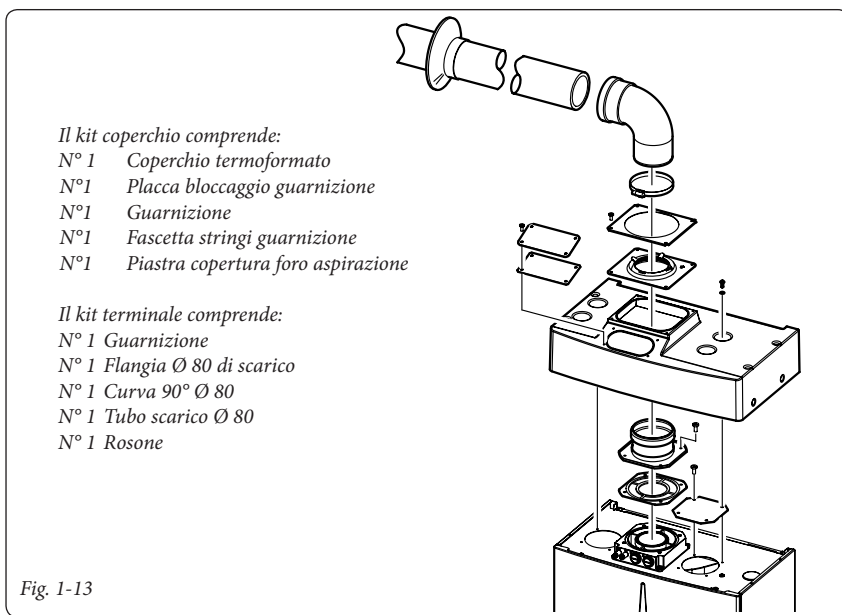

Fig. 1-13
- **Montaggio kit copertura (Fig. 1-13).** Smontare dai fori laterali rispetto a quello centrale i due tappi e le guarnizioni presenti, quindi coprire il foro di aspirazione destro con l'apposita piastra fissandolo sul lato sinistro con 2 delle viti precedentemente smontate. Installare la flangia Ø 80 di scarico sul foro più interno della caldaia interponendo la guarnizione presente nel kit e serrare con le viti in dotazione. Installare la copertura superiore fissandola con le 4 viti presenti nel kit interponendo le relative guarnizioni. Innestare la curva 90° Ø 80 con lato maschio (liscio), nel lato femmina (con guarnizioni a labbro) della flangia Ø 80 sino a portarla in battuta, infilare la guarnizione facendola scorrere lungo la curva, fissarla tramite la piastra in lamiera e stringere mediante la fascetta presente nel kit facendo attenzione di fermare le 4 linguette della guarnizione. Innestare il tubo di scarico con lato maschio (liscio), nel lato femmina della curva 90° Ø 80, accertandosi di avere già inserito il relativo rosone, in questo modo si otterrà la tenuta e la giunzione degli elementi che compongono il kit.